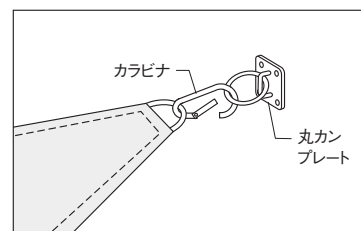

図2
- ③脚立等を使用し、安全な方法で丸カンプレート等に②のカラビナを引っ掛け、ロックしていることを確認します。(図2)